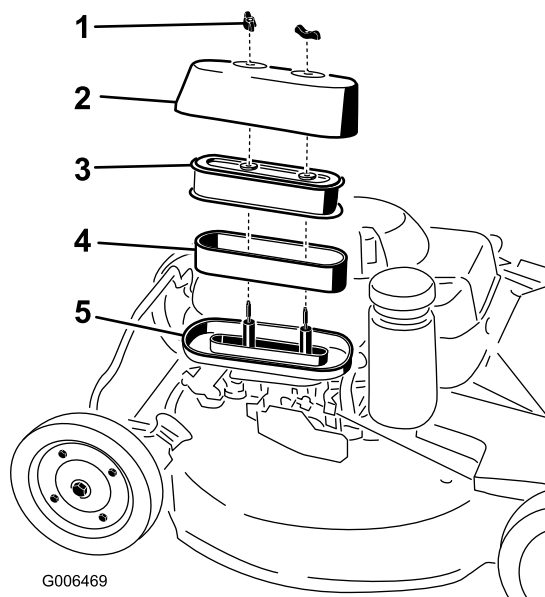

Figure 21
3. Retirez les 2 écrous de fixation du couvercle (Figure 21).
5. Déposez les éléments en mousse et papier de la base (Figure 21).
6. Sortez l'élément en mousse de l'élément en papier (Figure 21).